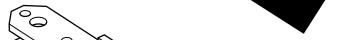

**Figura 8**
5. Montate il perno di bloccaggio e fissatelo con la coppiglia piccola, come illustrato nella Figura 8.